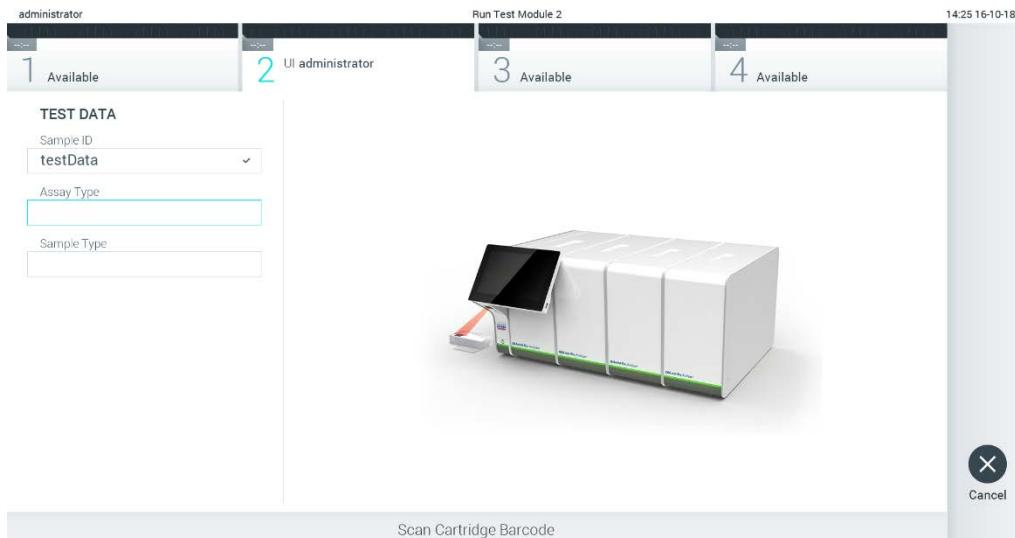

Рис. 24. Сканирование штрих-кода картриджа для тест-системы QIAstat-Dx.
- При получении соответствующего запроса отсканируйте штрих-код на картридже для тест-системы QIAstat-Dx, который будет использоваться при анализе. По штрих-коду картриджа для тест-системы QIAstat-Dx прибор QIAstat-Dx Analyzer 1.0 автоматически определяет, какой анализ необходимо выполнить (Рис. 24).